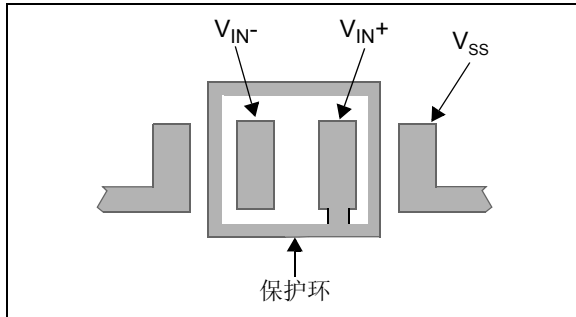

图 4-9: 反相电路的保护环布局
减小表面泄漏电流最简单的方法是在敏感引脚（或走线）周围设置保护环。保护环的偏置电压与敏感引脚的电压相等。图 4-9 给出了这种布局的一个示例。
1. 反相配置（图 4-6 和图 4-9）：